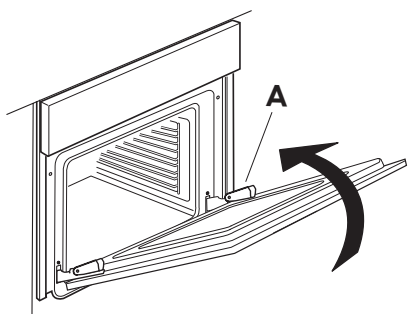

Рис. 2
3. Закройте дверцу до упора (A), поднимите (B) и поверните (C) ее так, чтобы снять (D) (Рис. 2, 3, 4).